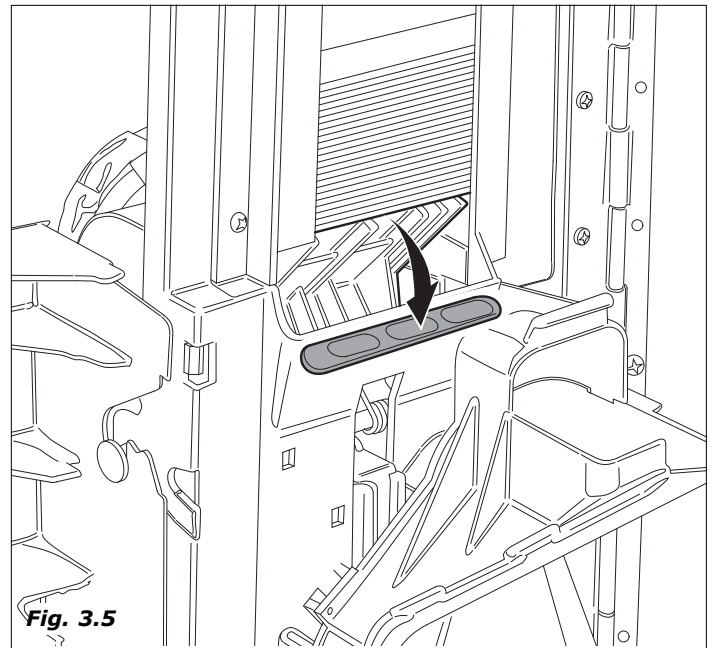

Fig. 3.5
- On active le moteur qui actionne le dispositif de distribution de la palette en faisant glisser celle-ci dans le gobelet (figure 3.5).